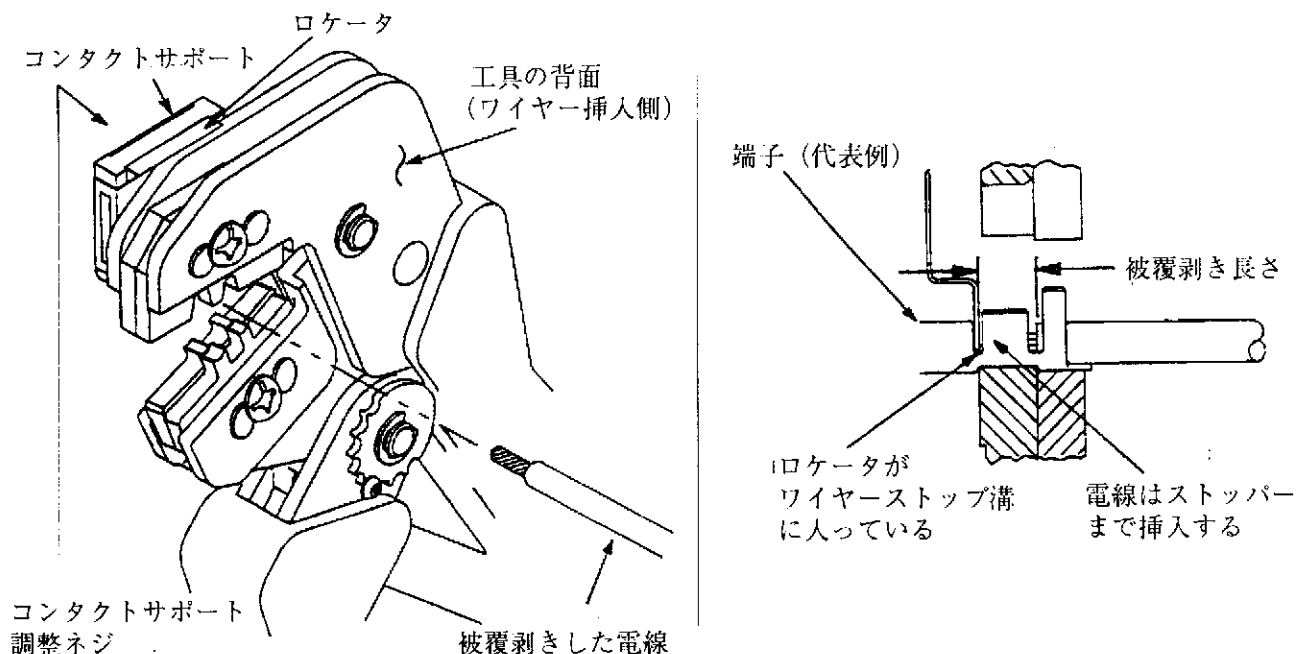

Fig. 3
4. コンタクトサポートの調整 (Fig. 3)
Fig. 1 を参照し、使用する電線の電線サイズ、被覆外径を選択して下さい。また、Fig. 1 に示された長さに従って電線を被覆剥き（ストリップ）して下さい。この際電線に傷を付けたり心線を切らないように注意して下さい。適用する端子を選び、工具に刻印されたマークに従って正しい圧着位置を決定します。Fig. 3 を参照し、以下の手順で圧着して下さい。
3. 端子の位置決めをします。勘合側がロケータ側に来て、バレルの”U”字が上を向くようにして端子をアンビレルの上に置きます。Fig. 3 を参照して下さい。ロケータがワイヤバレルの先端に当たるようにします。
- 被覆剥きした電線を端子のパレル部に挿入します。Fig. 3 に示す様にストッパーに当たるまで挿入して下さい。